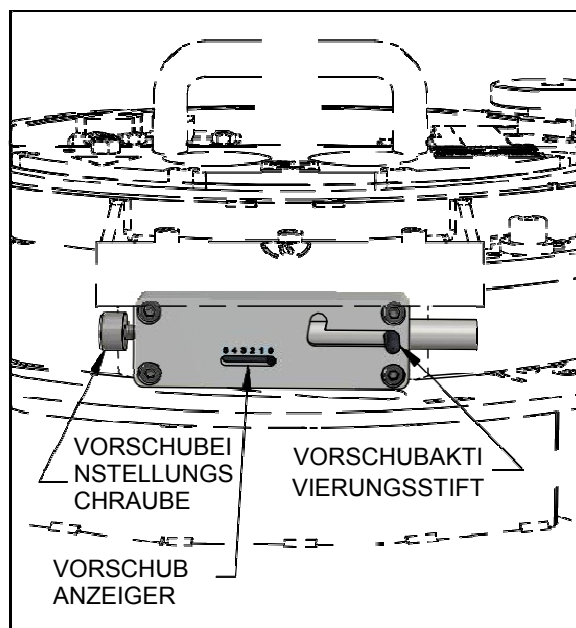

ABBILDUNG 4-5. VORSCHUBAKTIVIERUNG UND STEUERELEMENTE DES VORSCHUBS (FF1200 DARGESTELLT)
4. Den Vorschub am Drehantrieb aktivieren (Abbildung 4-5).
1. Schalten Sie den Vorschub ab (Abbildung 4-5).
1. Schalten Sie den Vorschub ab (siehe Abbildung 4-5).